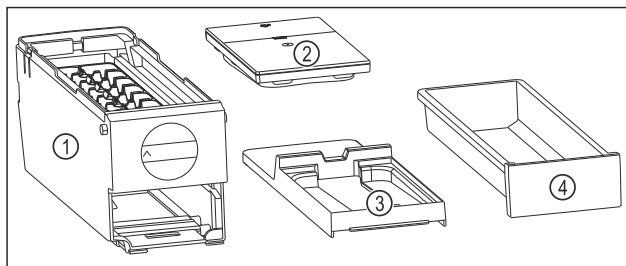

Fig. 146 EasyTwist-Ice 的组成部分
- ▶ EasyTwist-Ice 已被拆解为四部分。(参见 Fig. 146)
- ▶ 仅将 EasyTwist-Ice 拆解成所示的组成部分。(参见 Fig. 146)
- ▶ 将 EasyTwist-Ice 机身 Fig. 146 (1) 作为整体进行清洁。